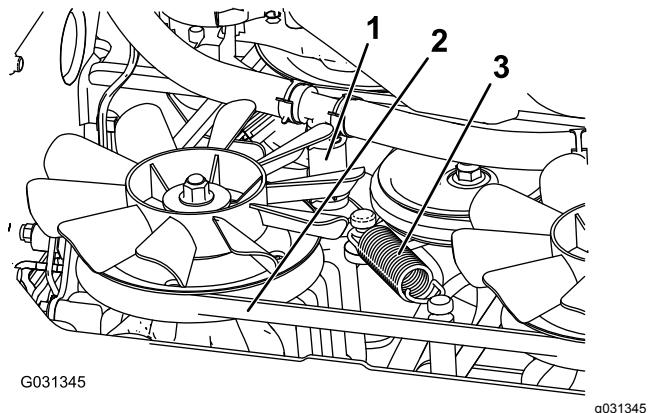

Рисунок 81
- Снимите нижний гидравлический шланг (Рисунок 81).
- Снимите пружину натяжения (Рисунок 81).
- Снимите ремень трансмиссии с муфты и упора муфты (Рисунок 81).